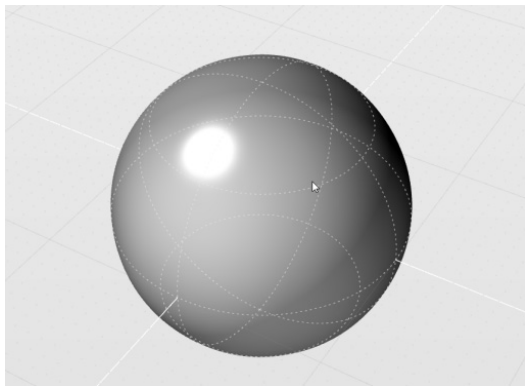

图 2-48 构建球体并使其处于预选状态
- 2) 当该球体未被选中时，将光标移动至球体上，此时呈现预选高亮的黄色虚线，如图 2-48 所示。